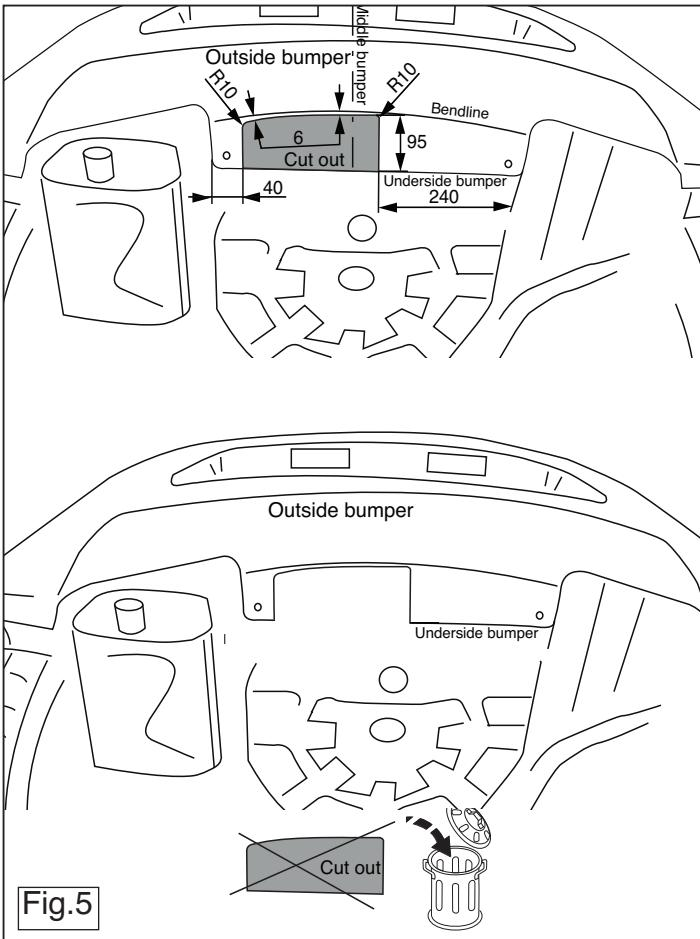

Fig.5
10. Установить корпус (NT), вместе со опорой.
15. Выпилить обозначенную часть, как указано на рис. 5.